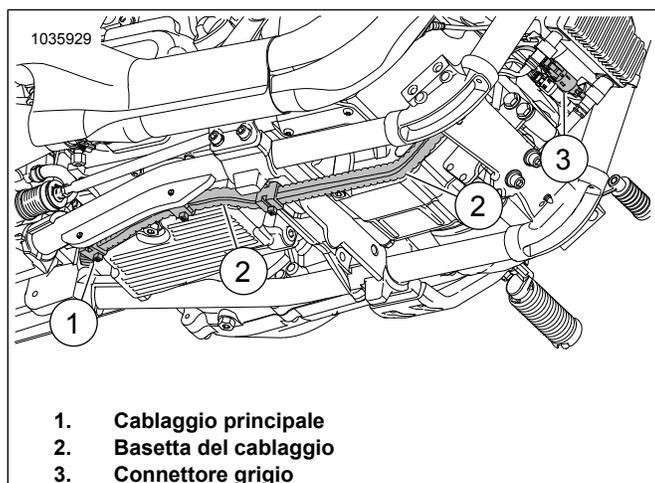

Figura 43. Basetta del cablaggio
12. Vedere Figura 43. Disporre il connettore del cablaggio grigio al di fuori della parte posteriore del vano della batteria:
- individuare il cablaggio principale (1) diretto verso la basetta del cablaggio (2).
- Abbinare i connettori per colore (3): grigio con grigio.
- Fissare il cablaggio al lato interno della basetta del cablaggio (2) usando fascette fermacavi secondo necessità.